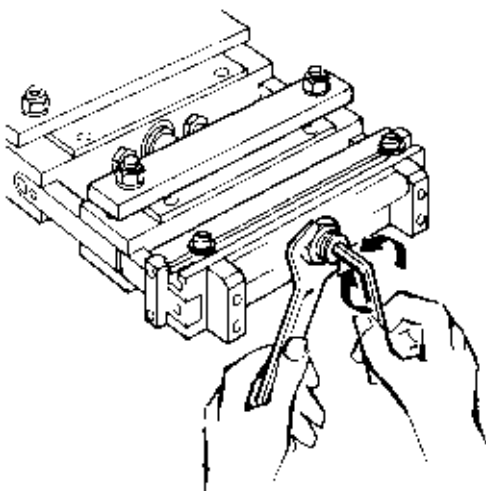

Рис.21
- в) Используя винт с резьбой малого шага (дет. 46), установить шаг подачи, измеряя размер между демпфером (Рис. 21) и торцевой поверхностью винта.